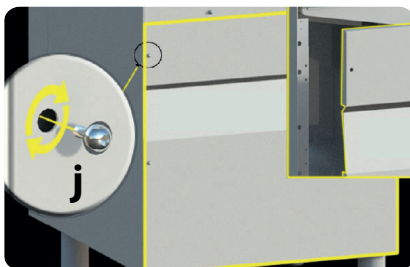

Abb. 10
- Entfernen Sie die Untertürverkleidung indem Sie die Schrauben lösen, um Zugang zum technischen Fach zu erhalten. (Punkt j - siehe **Abb. 10**).